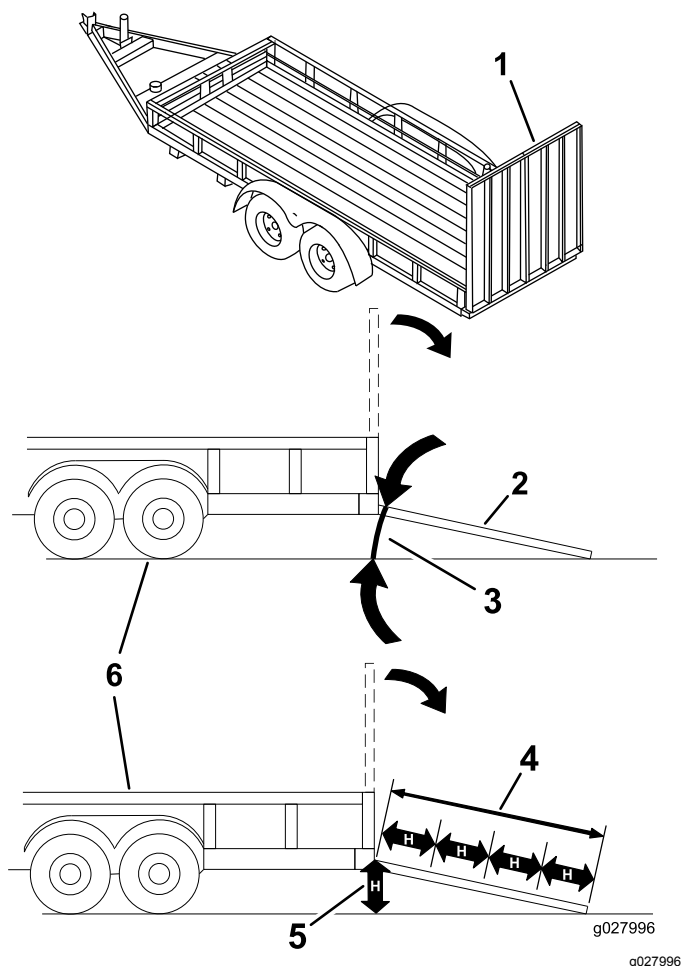

Рисунок 38
При погрузке машины на прицеп или грузовик повышается вероятность опрокидывания, что может привести к получению тяжелой травмы или гибели (Рисунок 38).
3. Опустите наклонный въезд, убедившись в том, что угол между наклонным въездом и землей не превышает 15 градусов (Рисунок 38).
1. Опустите наклонный въезд, убедившись в том, что угол между наклонным въездом и землей не превышает 15 градусов (Рисунок 38).